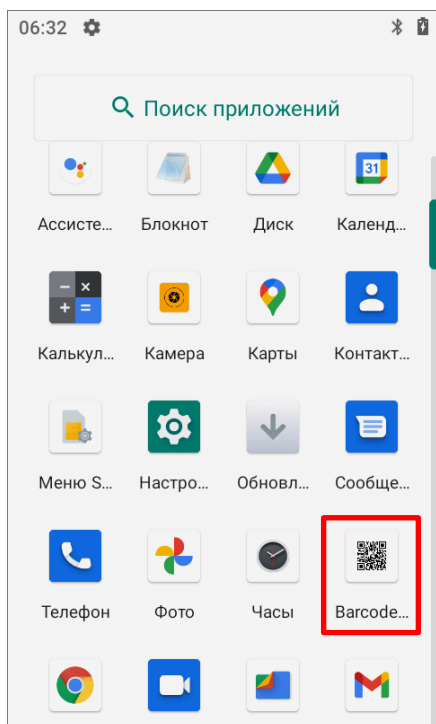

Рисунок 23. Главное меню устройства
3. Выбрать утилиту **Barcode Utility** (рисунок 23) для настройки сканера.